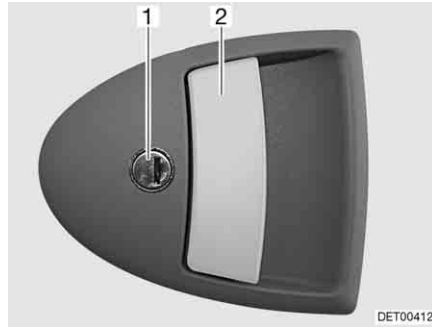

Bild 59 Dörrlås ingångsdörr, utsida
- Stick in nyckeln i låscylindern (Bild 59,1) och vrid den ända tills dörrlåset har låsts upp.
- Drag i dörrhandtaget (Bild 59,2). Dörren är öppen.
- Stick in nyckeln i låscylindern (Bild 59,1) och vrid den ända tills dörrlåset har låsts.